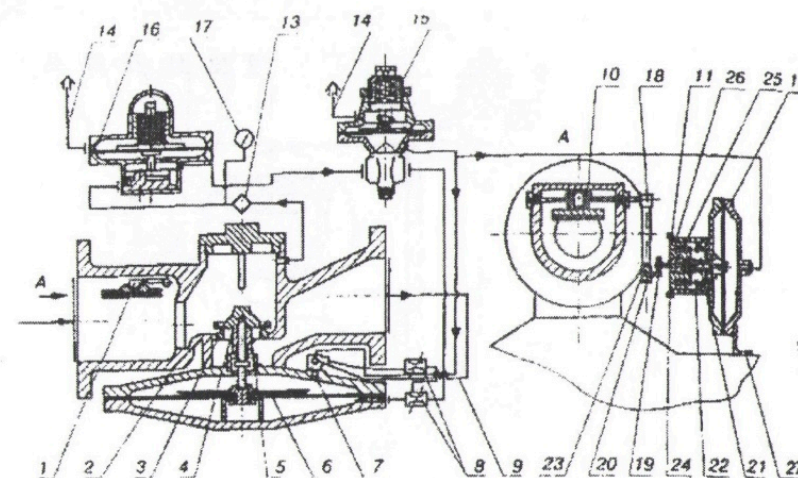
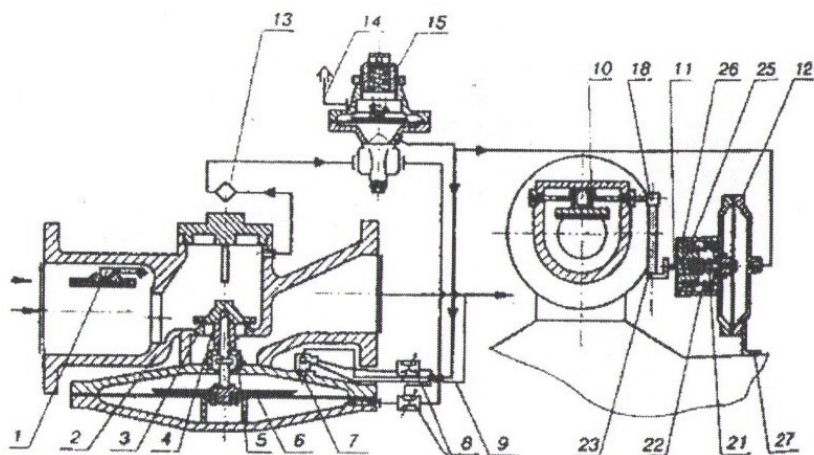

Рис. 1.
Рис. 2
1.5.1 Регулятор давления газа изготавливается в двух исполнениях РДГ-Н в соответствии с рис. 1 и РДГ-В в соответствии с рис. 2.
1.5.5 Стабилизатор 16 предназначен для поддержания постоянного давления на входе в регулятор управления, т.е. для исключения влияния колебаний входного давления на работу регулятора в целом и устанавливается только на регуляторе низкого давления РДГ-Н в соответствии с рис. 1. Давление по манометру после стабилизатора должно быть 0,2 МПа (для обеспечения требуемого быстрого действия).
Регулятор управления (КН-2) в соответствии с рис. 1 и (КВ-2) в соответствии с рис. 2 состоит из головки регулятора с двумя штуцерами для входного и выходного давления, мембранной камеры со штуцером для подвода импульса выходного давления. Узел мембраны с жестким центром и пружинной нагрузкой защемлен по периметру между корпусом и крышкой и соединен по центру толкателем с клапаном головки.
2.2.5.5 Настройка давления срабатывания механизма контроля 12 при понижении и повышении выходного давления в соответствии с рис. 1 или рис.2.
- подать входное давление Рвх, 1,2 МПа или равное Рвых +0,0500 МПа, при этом в регуляторах низкого давления необходимо стабилизатор снимать и подавать входное давление в регулятор управления по схеме РДГ-В в соответствии с рис.2;
2.2.4.9 Для повышения быстродействия регулятора при работе на входных давлениях не более 0,2 МПа допускается стабилизатор (в РДГ-Н) снимать и подавать входное давление в регулятор управления минуя стабилизатор в соответствии с рис.2.